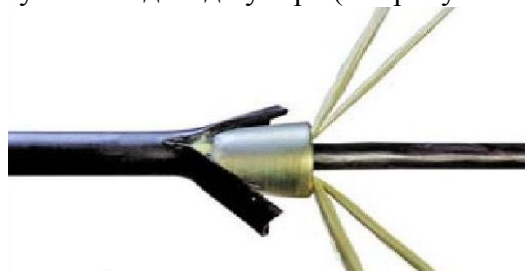

Рисунок 5
4.1.4 Надрезать наружную оболочку вдоль на 20 мм с противоположных сторон. На синтетические нити под надрезом наложить бандаж лентой ПВХ для плотной фиксации конуса внутреннего (поз.4, рисунок П-2) на ОКСН. Надвинуть конус на бандаж до упора (см. рисунок 5).